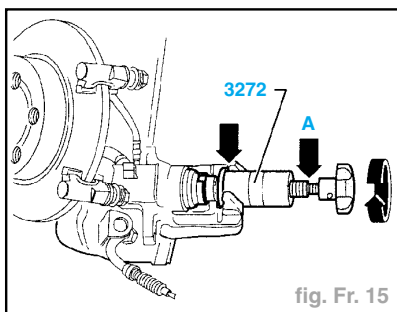

fig. Fr. 15
- Visser le piston en tournant vers la droite la molette de l'outil spécial 3272. Ne pas endommager le capuchon de protection lors de cette opération (fig. Fr. 15).